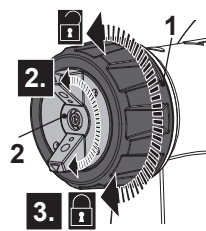
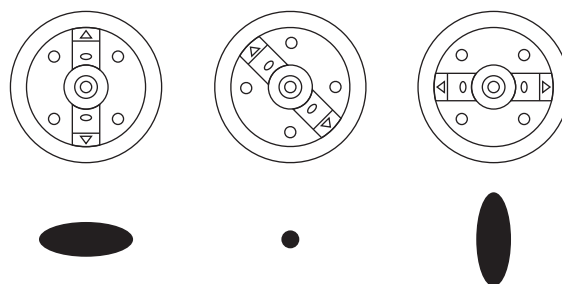

Fig. 7
Fig. 8
- > Gire el casquillo de aire (2) en el sentido de las agujas del reloj o en sentido contrario (Fig. 7, paso 2) hasta la posición deseada según el funcionamiento previsto (Fig. 8).
- Chorro grueso horizontal (Fig. 8 A)
- Chorro circular (Fig. 8 B)
- Chorro grueso vertical (Fig. 8 C)
- > Mantenga el casquillo de aire (2) en posición y luego apriete la tuerca de unión (1) para fijarlo (Fig. 7, paso 3).